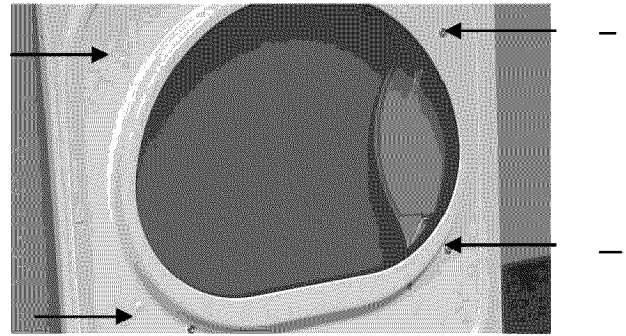

Figure 4
5. Retirez deux (2) vis de la poignée de porte et deux (2) bouchons en plastique de la porte, toujours en prenant soin de ne pas rayer la peinture de la porte (figure 4).